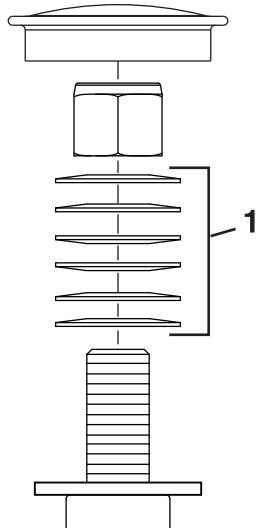

Рисунок 50
3. Зніміть пилозахисну кришку з колеса і затягніть контргайку (Рисунок 50).
4. Затягніть контргайку, доки запобіжні шайби не стануть рівними, а потім відкрутіть на $\frac{1}{4}$ обороту, щоб встановити належним чином попереднє навантаження на підшипники (Рисунок 50).
5. Встановіть пилозахисну кришку (Рисунок 50).